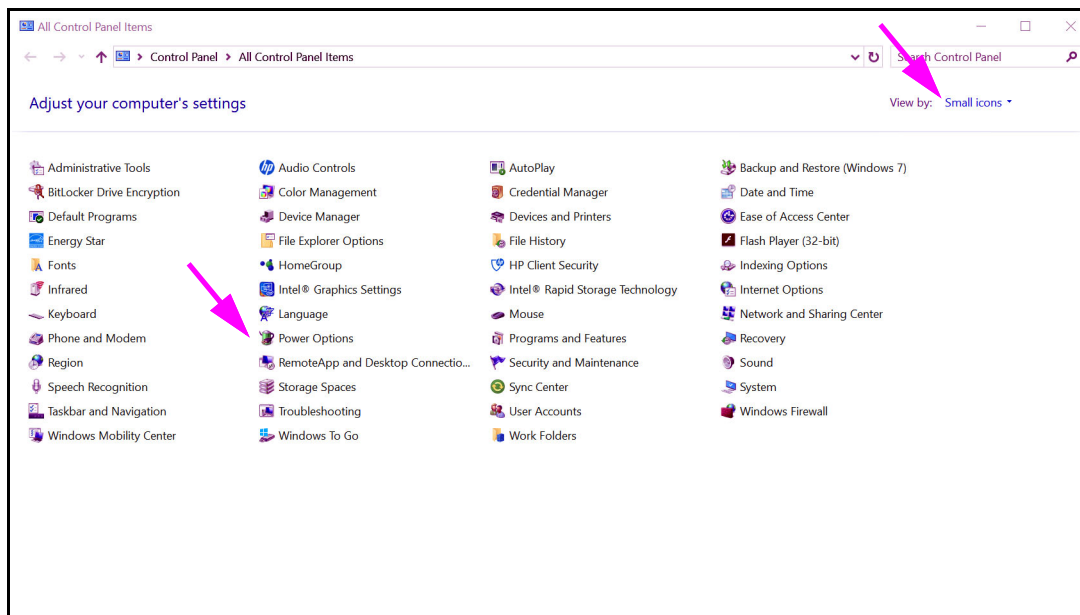

Figura 2-24. Fereastra Toate articolele din Panoul de control
2. Selectați **Sistem Windows (Windows System) > Panou de control (Control Panel)**. Dacă vizualizarea este setată pe Pictograme mici (Small Icons), fereastra Toate articolele din Panoul de control (All Control Panel Items) apare ca în Figura 2-24. Faceți clic pe **Opțiuni de alimentare (Power Options)**.